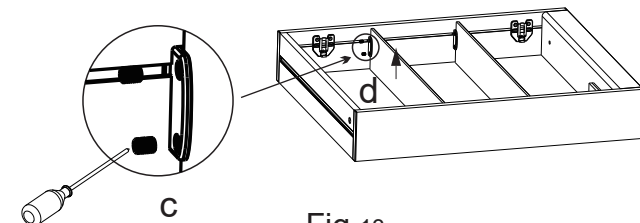

Fig.13
4.2.Verwijder de 4 schroeven (c) van de plankbeugels en verwijder het glas van de plank (d) (Fig. 13).